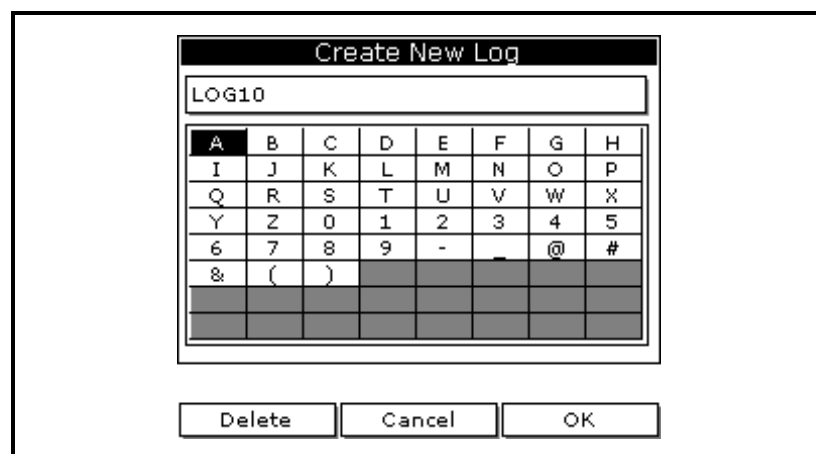

图 4-2：新日志的名称输入窗口
4. 使用方向键滚动至 Clone Selected Log (克隆选定日志)，然后按 [ENTER] (进入)。此时将出现类似于下图 4-2 的屏幕。